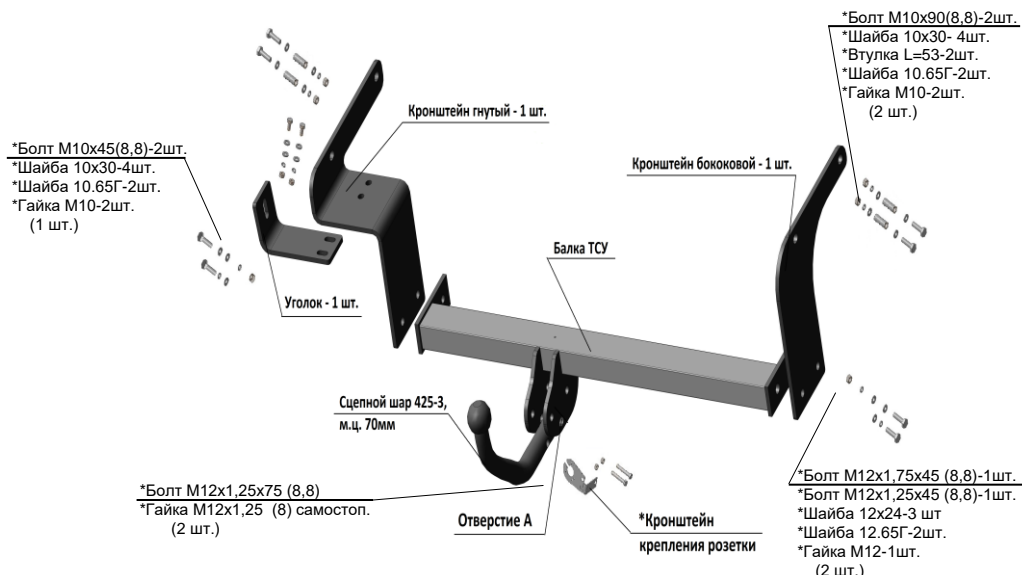

Рис.1 Тягово-сцепное устройство ТСУ 2041.
2.1 ТСУ 2041 в сборе (рис.1)	1 шт.
2.2 Пакет с комплектующими (см. рис.1) Защитный колпак	1 шт. 1 шт.
4.3 Закрепить боковые кронштейны к боковым внешним полкам лонжеронов а/м болтами М10х90 и гайками М10 (болты ставить с внешних сторон лонжеронов соответственно рис.1), под головки болтов подложить шайбы 10х30, под гайки слева (по ходу а/м) подложить шайбы 10.65Г, справа под гайки подложить шайбы 10.65Г и шайбы 10х30. Внутри лонжеронов установить дистанционные втулки. Крепеж не затягивать.